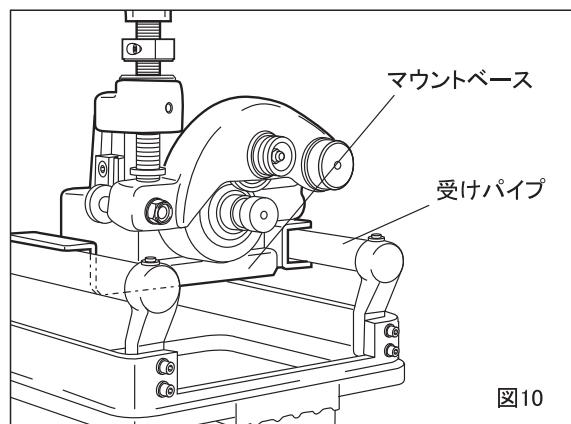

図10
- 3.受けパイプにマウントベースを載せ、チャックでコネクティングシャフトをしっかりとつかみます。(図10)